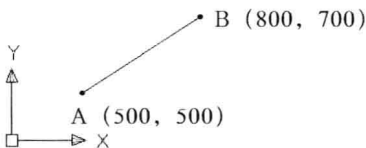

图 3-1-2
- (1) 单击“直线”按钮，命令行提示“指定第一点”。
- (2) 在命令行中输入起点坐标“500, 500”，按 Enter 键，创建直线的起点。
- (3) 命令行提示“指定下一点或 [放弃 (U)]”，输入终点坐标“800, 700”，按 Enter 键，创建直线的终点。
- (4) 按 Enter 键，结束直线操作，直线如图 3-1-2 所示。